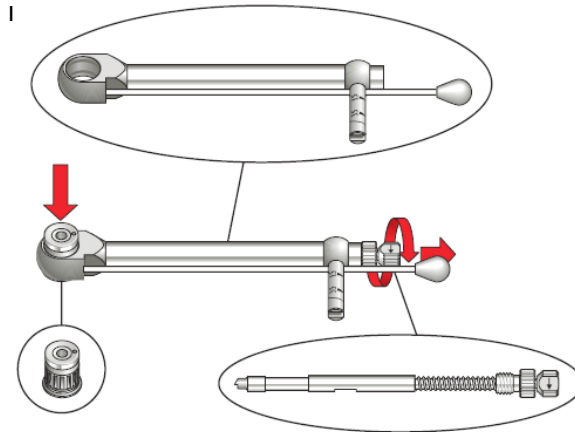

Abbildung 1: Zerlegen der manuellen Drehmomentratsche
1. Die manuellen Drehmomentratschen vor der Reinigung zerlegen, indem der Adapter und die Stange vom Ratschenkörper wie in **Abbildung 1** gezeigt entfernt werden.